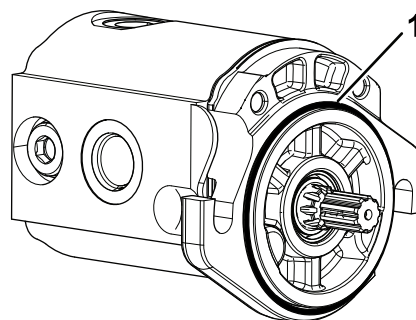

Рисунок 5
3. Установите уплотнительное кольцо на двигатель барабана (Рисунок 5).